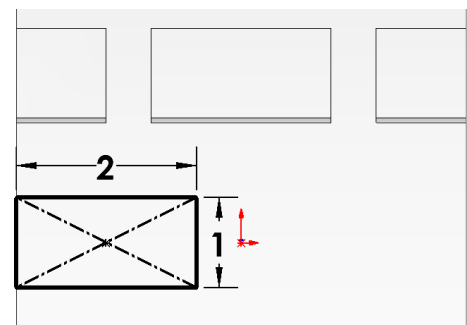

Fig. 28
Step 11. Add dimension, **Fig. 28**.